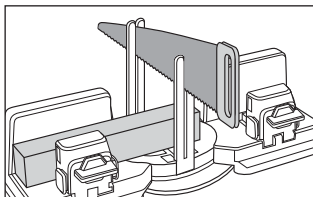

Fig. 7
- ◆ Com uma mão, segure o produto por um dos braços móveis ❶.
- ◆ Com a outra mão, conduza a serra a partir de cima através das hastes guia ❷ (ver fig. 7).